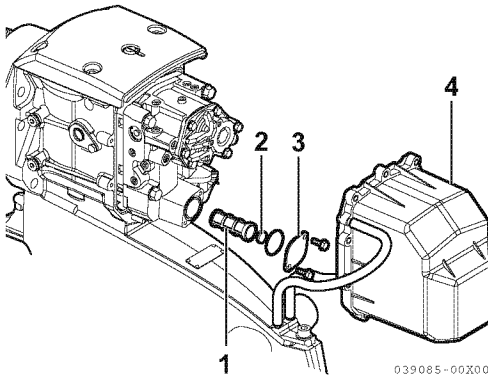

Figure 13
8. Retirez le couvercle du carter (4, **Figure 13**), le couvercle du filtre (3, **Figure 13**), l'aimant (2, **Figure 13**) et le filtre (1, **Figure 13**). Nettoyez ou remplacez le filtre et l'aimant.